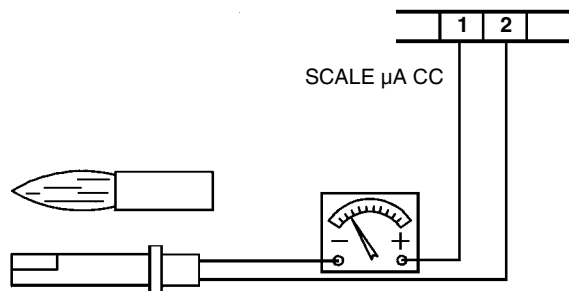

Fig. 27
- Examinați și curățați cu grijă fotorezistența de detectare a flăcării și înlocuiți-o dacă este necesar. Dacă aveți dubii, verificați circuitul de detecție după prima repornire a arzatorului , urmând procedura ilustrată în Fig. 27 ;